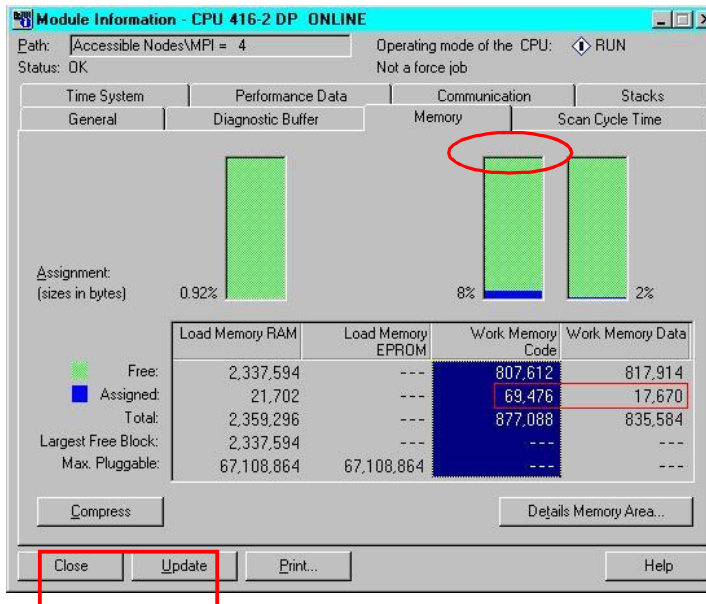

图2-7
- 3) 在随后显示的对话框中选择“Memory”存储器标签页(如图2-7)。如果CPU支持压缩存储器功能，则在该标签页中存在一个相应功能的按钮“Compress”。